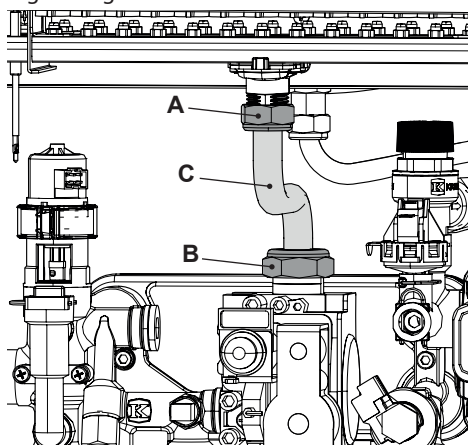

Figura 8.1
- Svitare il girello **A** e **B** ed estrarre il tubo del gas **C** Figura 8.1.